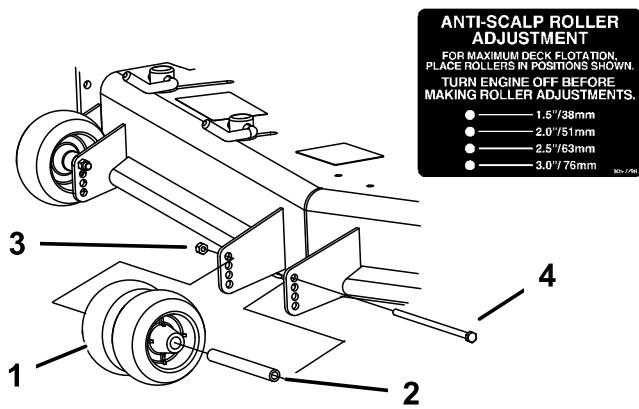
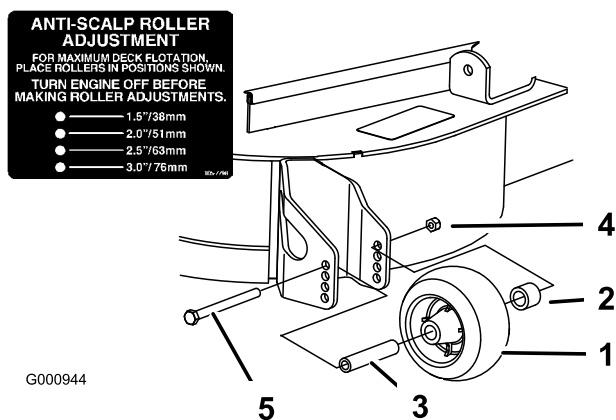

Figure 20
Figure 21
3. Après avoir réglé la hauteur de coupe, réglez les galets en retirant l'écrou à collerette, la bague, l'entretoise et le boulon (Figure 19, Figure 20 et Figure 21).
**Remarque:** Les deux galets centraux ne sont pas munis d'entretoise (Figure 20).
5. Posez l'écrou à embase, la bague, l'entretoise et le boulon. Serrez à 54–61 Nm (40–45 pi-lb) (Figure 19, Figure 20 et Figure 21).